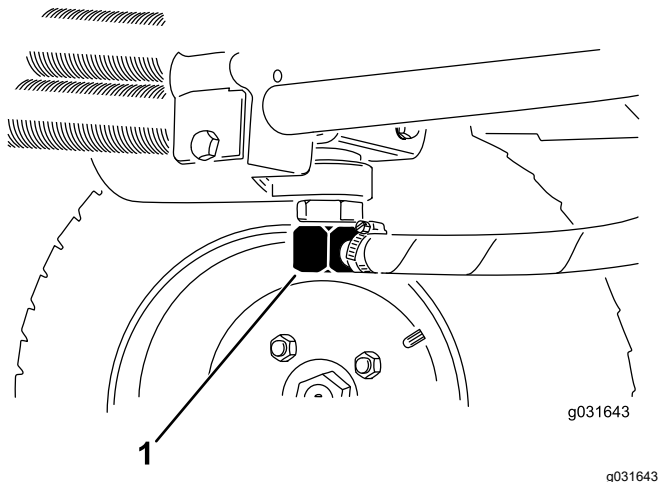

Рисунок 65
2. Отсоедините гидропровод или снимите гидравлический фильтр и дайте гидравлической жидкости стечь в сливной поддон (Рисунок 67 и Рисунок 65).
3. Когда гидравлическая жидкость перестанет вытекать, установите гидропровод на место (Рисунок 65).